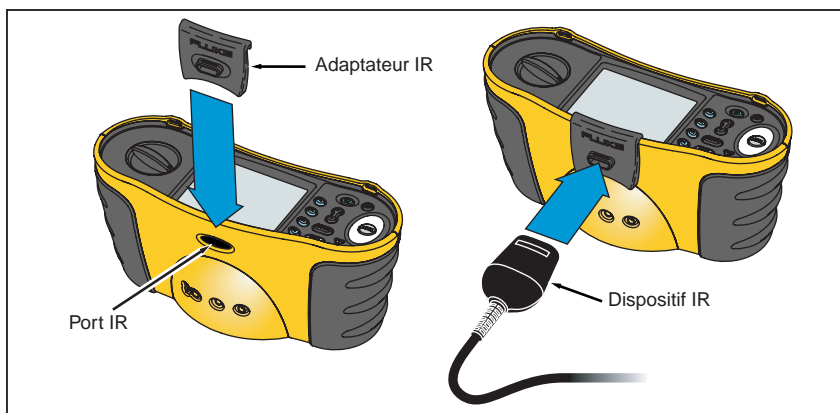

Figure 22. Connexion de l'adaptateur IR
2. Branchez l'adaptateur IR et l'appareil au testeur (voir Figure 22). Veiller à aligner l'adaptateur IR avec le port IR du testeur.